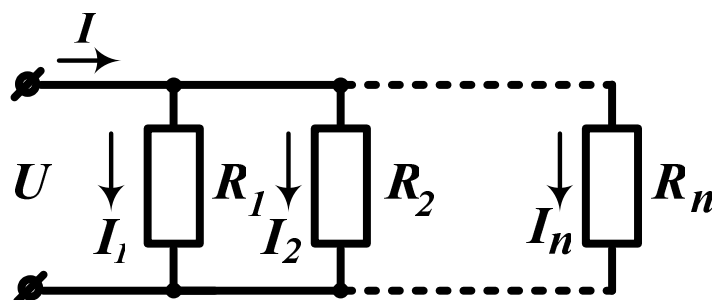

Рисунок 2.3 Початкова схема
2) Паралельне перетворення полягає в заміні декількох елементів (рис.2.3), включених паралельно, одним еквівалентним (рис.2.4).
Рівняння для схеми (рис. 2.3) записується за першим законом Кірхгофа